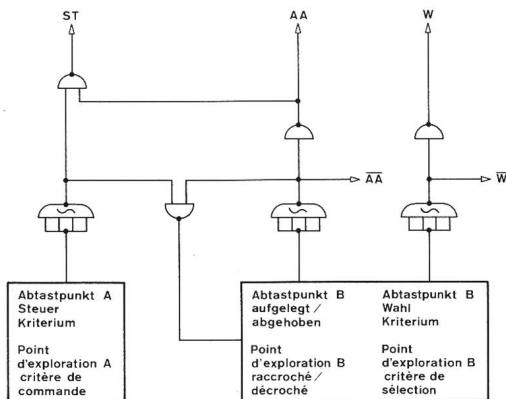
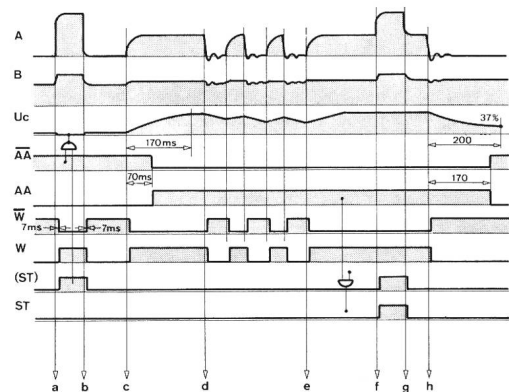

Fig. 6 Teilnehmerlogik - Logique de la partie abonné
Fig. 7
**Auswertung des Stationszustandes.** Diese Schaltung hat Änderungen im Betriebszustand des Teilnehmerapparates festzustellen und der Steuerung zu melden. Dabei werden die Kriterien Mikrotelephon abgehoben oder aufgelegt (AA), Wahl (W) und Drücken der Steuertaste (ST) ausgewertet.
**Teilnehmerlogik (Fig. 6).** Um eine Bipolarität in den Teilnehmerschaltungen zu erreichen, müssen die Teilnehmerkriterien (AA) und Steuertaste (ST) in Abhängigkeit voneinander gebracht werden.
**Schéma logique de la partie abonné (fig. 6).** Pour obtenir l'insensibilité à la polarité dans les circuits d'abonné, il faut que les critères d'abonné (AA) et de bouton de commande (ST) soient rendus dépendants l'un de l'autre. Le diagramme des lignes de la *figure 7* présente d'autres relations sur le fonctionnement du circuit d'abonné.